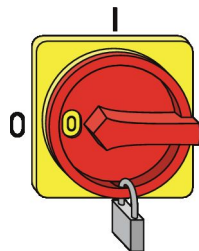

Abb. 10: Hauptschalter sichern
2. ▶ Den Hauptschalter mit einem Vorhängeschloss sichern (Abb. 10).